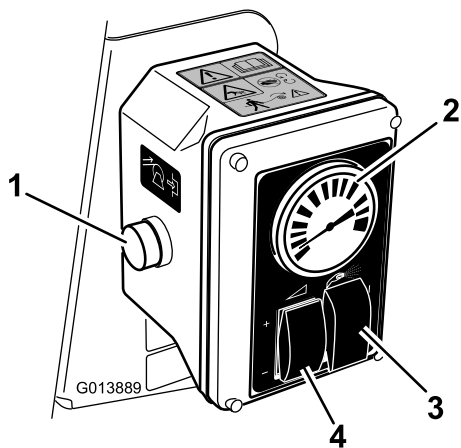

図 21
5. スプレー選択スイッチをハンド・スプレー位置にする（図 21）。
- 水圧計が希望値を示すように水圧をレート制御スイッチでとスロットルで調整する(図 21)。